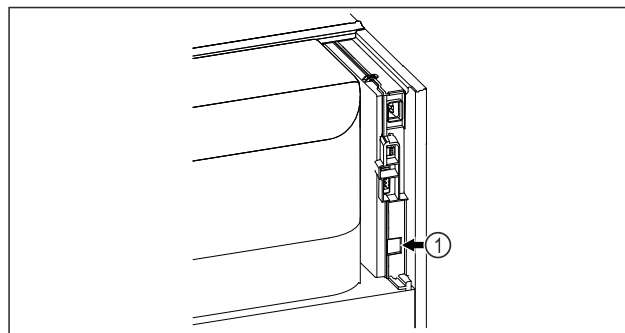

Fig. 59
- Je používán SmartModule Fig. 59 (1).